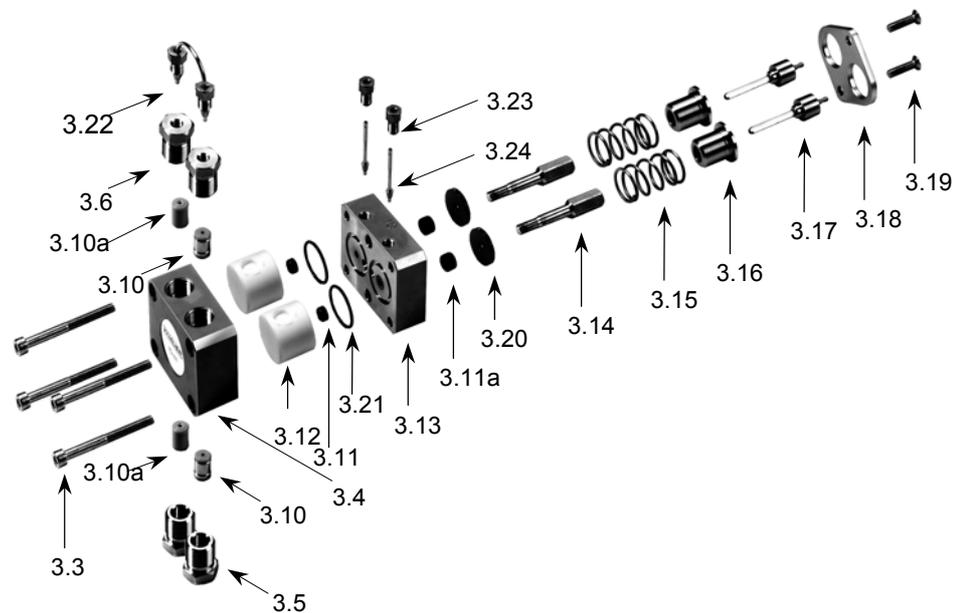
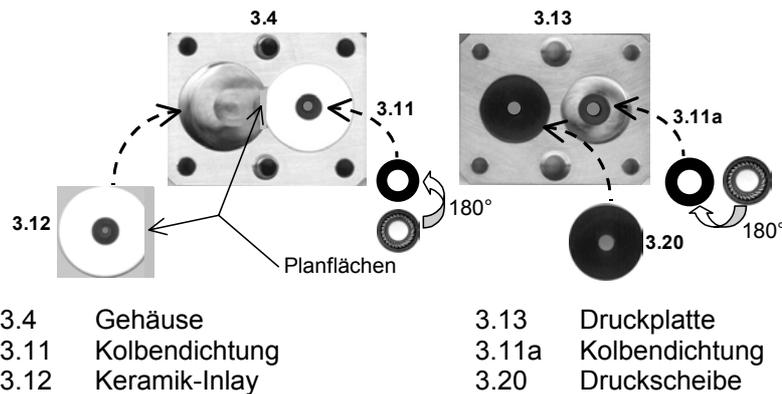

Abb. 26 Explosionsdarstellung eines Pumpenkopfes
Abb. 27 Einzelteile im geöffneten Pumpenkopf
6. Lösen Sie mit einem 4 mm Imbusschlüssel zwei diagonal gegenüberliegende Schrauben der Pos. {3.3} und entfernen Sie diese (siehe Abb. 26 auf Seite 75).
2. Die „Kolbenstangen“, Pos. {3.17} in Abb. 26 auf Seite 75, können mit einer Zange herausgezogen werden. Fassen Sie die Spitze der Kolben mit einer geeigneten Zange und ziehen Sie sie vorsichtig, ohne zu verkanten, nach hinten heraus.
Alle Positionen der Komponenten beziehen sich auf Abb. 26 „Explosionsdarstellung eines Pumpenkopfes“ auf Seite 75 und auf Abb. 27 auf Seite 76.
5. Bauen Sie das Ventil entsprechend der Abb. 26 wieder zusammen. Achten Sie dabei auf die richtige Orientierung sowohl des Dichtsitzes (die glänzende Seite muss zur Kugel gerichtet sein), als auch der Kugelführung. Nur wenn die Kugel in die tiefer ausgearbeitete Seite gesetzt worden ist, lässt sich das Ventil wieder richtig zusammensetzen.